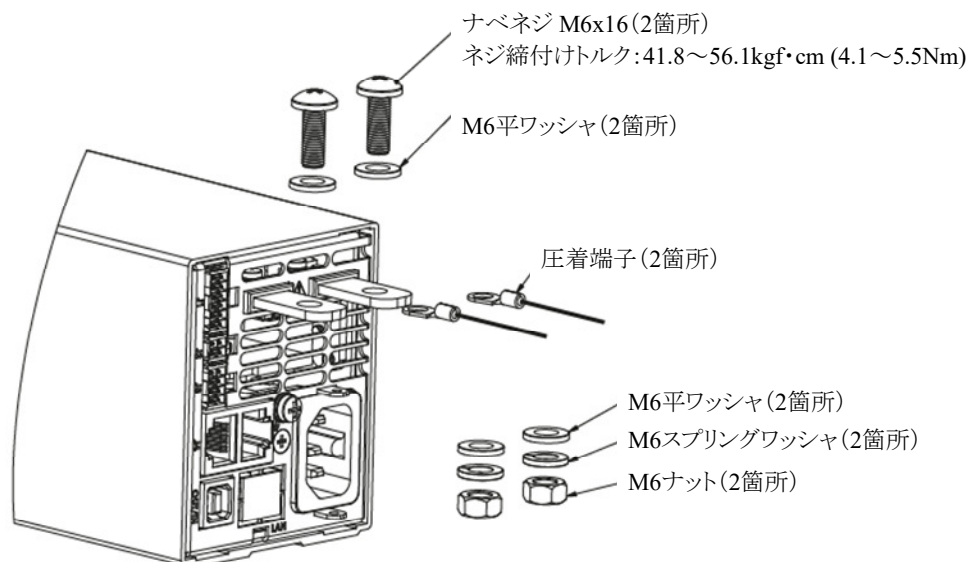

図4-7 負荷線の接続(定格出力電圧10V~100Vモデル)
- 図4-7のように負荷線を電源のバスバーに接続してください。(各ネジとワッシャーは製品に添付されています) 負荷の+側を+Vに、一側を電源の-Vにそれぞれ接続してください。